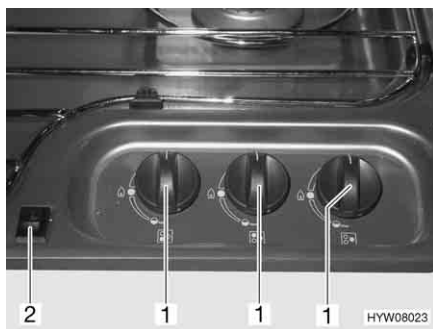

Fig. 98 Elementi di comando del fornello a gas
- Ruotare il pomello girevole (Fig. 98, 1) dell'impianto a fiamma libera desiderato in posizione accesa (fiamma alta).
- Premere l'interruttore a bilico (Fig. 98, 2). Sul bruciatore vengono prodotte scintille.